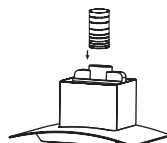

Рис. 4
4. Для отвода воздуха наружу проще всего установить гибкий гофрированный воздуховод. Соедините воздуховод с выводным отверстием вытяжки с помощью переходника. Убедитесь, что на гофрированной трубе не осталось нерастянутых складок, т.к. они повышают шумность работы вытяжки, лишнюю длину воздуховода отрежьте. (Рис. 4)